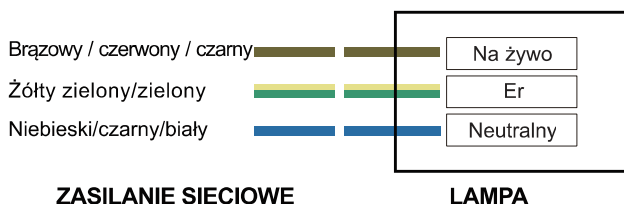
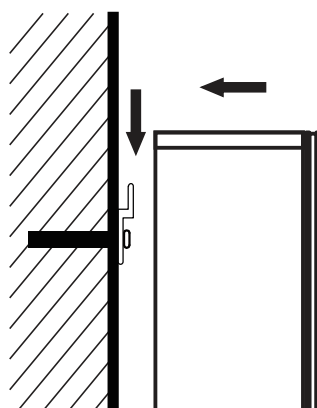

rys. 3
rys. 4
2.1 Za pomocą taśmy mierniczej zmierz odległość między dwoma prętami ze stopu aluminium ($x - 3$) MM (rys. 3). Powtórz procedurę, jak pokazano w punktach 1.2-1.4 (rys. 4).